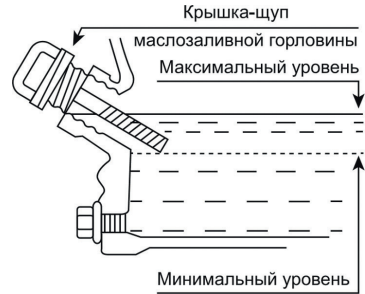

Рисунок 6.
- Аккуратно вытащите щуп и осмотрите его. Уровень масла должен соответствовать верхней отметке на щупе. При недостаточном уровне масла в картере необходимо долить чистое масло до верхней отметки на щупе, что соответствует нижней кромке заливного отверстия (Рис. 6).
Максимальный уровень масла в картере соответствует нижней кромке маслозаливной горловины (Рис. 6).